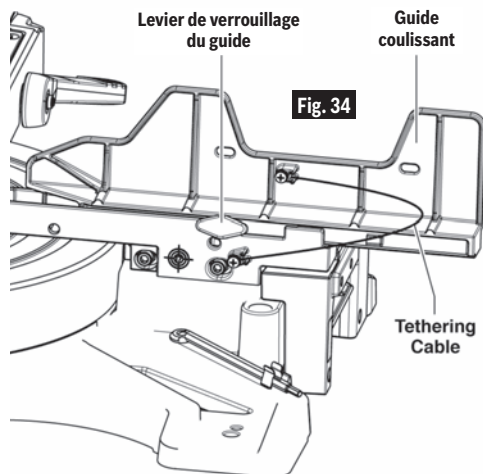

Fig. 34
1. Tirez le levier de verrouillage du guide vers l'avant de l'outil pour desserrer le guide, voir fig. 34.
1. Desserrez le bouton de verrouillage du guide coulissant dans le sens inverse des aiguilles d'une montre de 4 rotations, voir fig. 34.